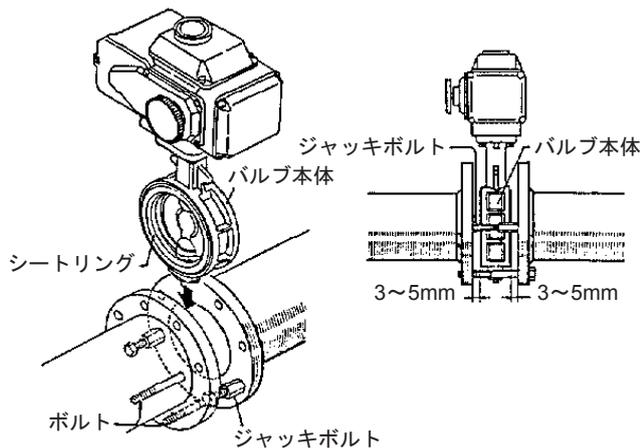

図36
- (5) バルブを配管に取り付ける場合は、ジャッキボルトを利用して『図36』の位置にセットし、間隔を調整します。
『図36』に示すようにバルブ本体のシートリング面を損なわないように挿入します。無理に押し込むとシートリングを傷付け、漏れの原因となります。注意してください。